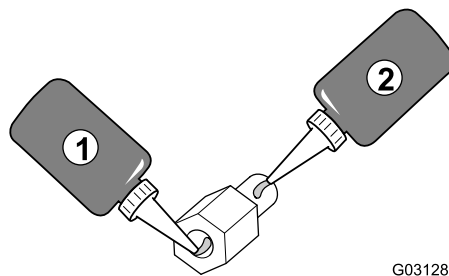

图5
2. 在螺纹隔离柱螺母部分的螺纹上抹一层防松螺纹油低——中——高强度 图 5。
4. 在螺纹隔离柱螺栓部分的螺纹上抹一层防松螺纹油低——中——高强度 图 5。